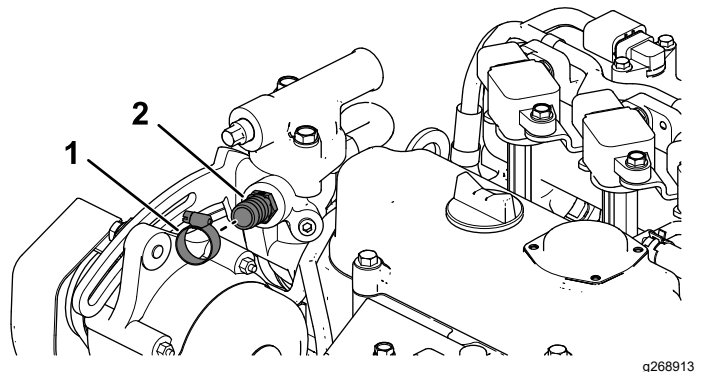

Bild 13
- B. Montieren Sie das gerade Anschlussstück ($\frac{5}{8}$ ") mit einer Schlauchschelle (Bild 13).